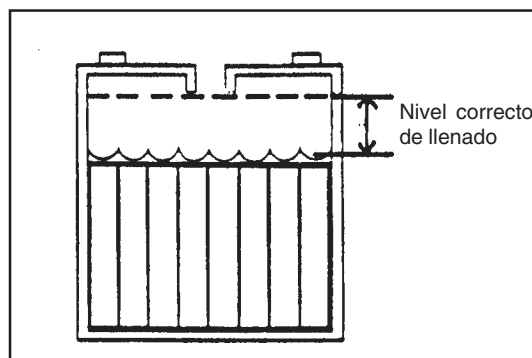

Figura 7a
1. Mantenga el electrolito al nivel correcto. El nivel correcto se encuentra entre 1/4" (1/2 cm) por debajo del fondo del tubo en cada elemento y por encima de las partes superiores de las placas. Verifique el nivel del electrolito cada vez que cargue las baterías. Consulte la figura 7a.